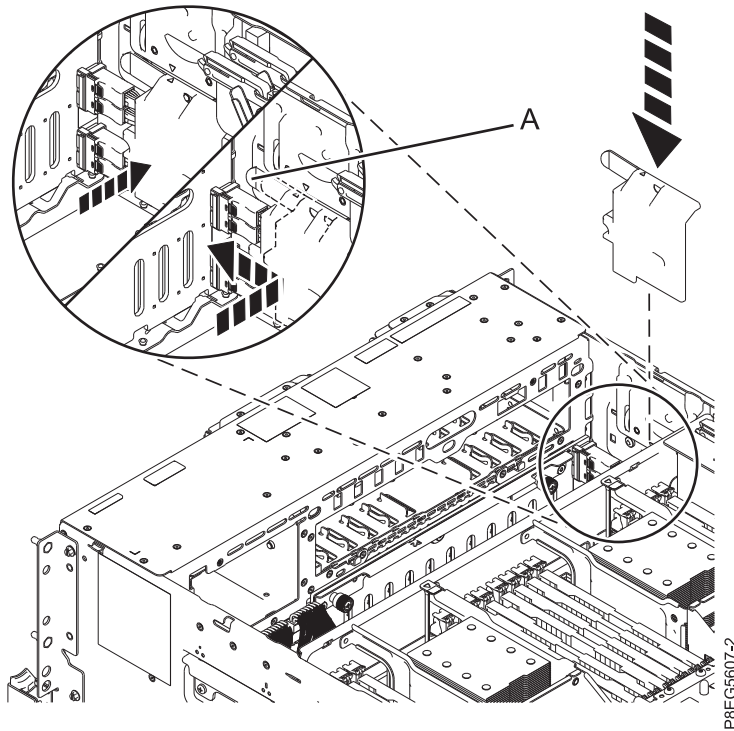

Figura 11. Sustitución de la cubierta del cable SAS
7. Vuelva a colocar la cubierta del cable SAS. Coloque las ranuras de la cubierta sobre las patillas de la zona lateral del chasis. El símbolo de triángulo en la cubierta del cable SAS se alinea con el símbolo de triángulo en la parte lateral del chasis cuando las ranuras de la cubierta y las patillas se alinean correctamente. Empuje la cubierta hacia la parte frontal del sistema hasta que el asa (A) encaje en su sitio. Consulte la Figura 11.